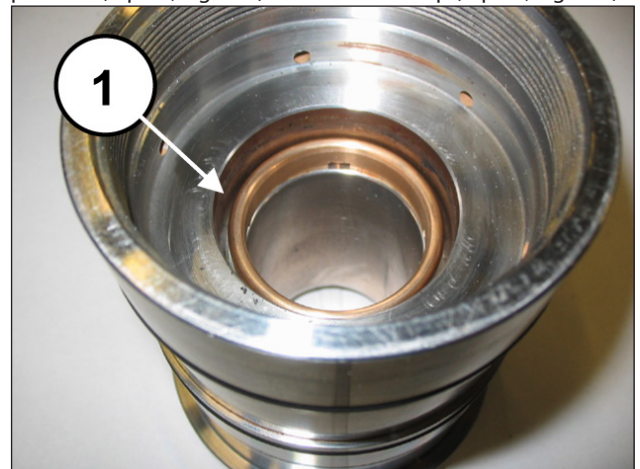

Fig. 150
Monter l'anneau de tête (rep. ①, Fig. 150), le joint de haute pression (rep. ①, Fig. 151) et l'anneau restop (rep. ①, Fig. 152).